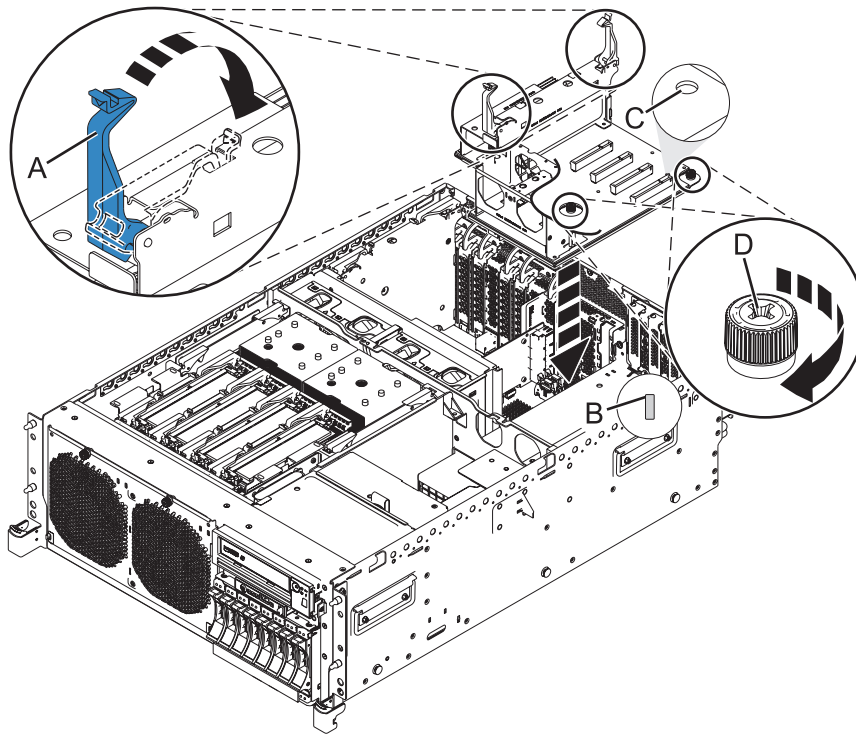

Abbildung 39. Erweiterungseinheit in einem Einschubsystem installieren
13. Richten Sie die Bohrung **(C)** der Erweiterungseinheit am zugehörigen Stecker **(B)** an der Systemplatine aus und senken Sie sie ab, bis die Einheit flach auf der Systemplatine aufliegt. Siehe Abb. 39 auf Seite 48.